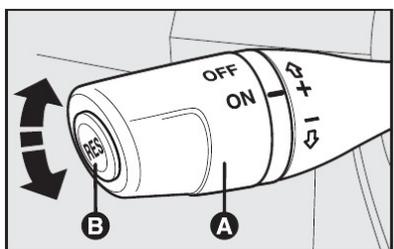

fig. 67
COMANDOS - fig. 67
O piloto automático é comandado pela alavanca **A**-fig. 67.
- 1) Apertando o pedal do acelerador e em seguida memorizando a nova velocidade atingida (posicionando a alavanca **A**-fig. 67 para cima (+) por pelo menos três segundos);